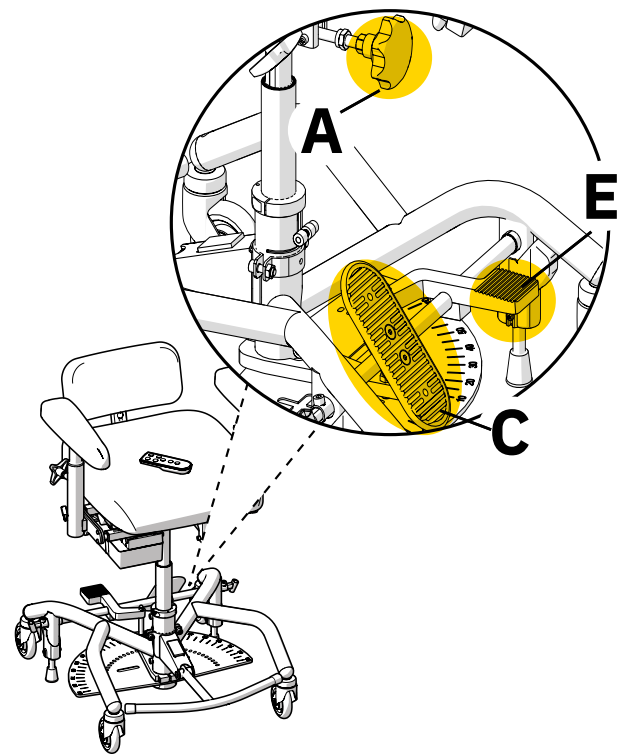
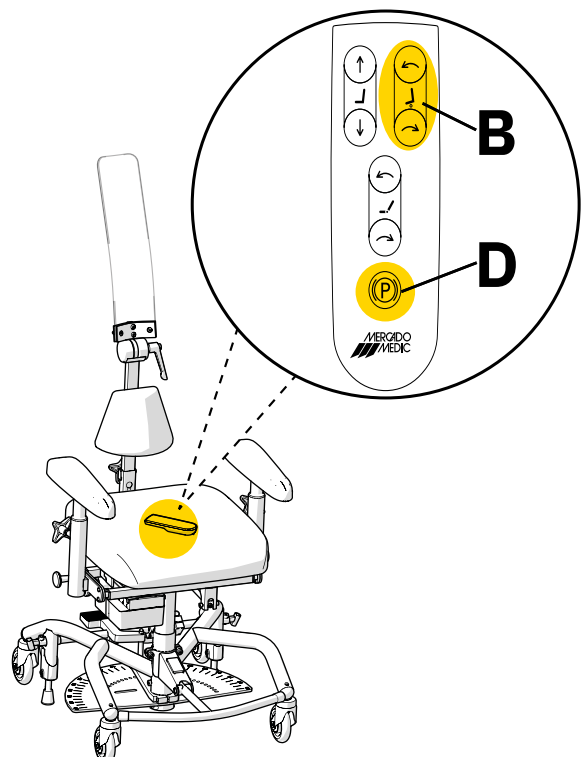

Abb. 2.2. Bedienelemente am Modell REAL 8100 PLUS 24V Standard.
Abb. 2.3. Bedienelemente am Modell REAL 8100 PLUS 24V Advanced.vbv
Das Produkt ist mit einer elektrischen Höhenverstellung ausgestattet, die über eine Funkfernbedienung gesteuert wird. Je nach Modell kann die Neigung der Sitzfläche elektrisch oder manuell eingestellt werden. Die manuelle Einstellung erfolgt mit der Kurbel unter dem Sitz (A), siehe Abbildung 2.2. Die elektrische Sitzwinkelfunktion (B) wird mittels Funkfernbedienung gesteuert, siehe Abbildung 2.3. Je nach Modell ist das Produkt mit einer elektrischen oder manuellen Bremse ausgestattet. Die manuelle Bremse wird mit dem Pedal (C) aktiviert und deaktiviert, siehe Abbildung 2.2. Die elektrische Bremse (D) wird mittels Funkfernbedienung gesteuert, siehe Abbildung 2.3.
Das Produkt ist mit einer arretierbaren Sitzdrehung versehen, die über ein Pedal (E) an der Rückseite des Rahmens bedient wird, siehe Abbildung 2.2. Das Bedienelement zur Entsperrung der Drehung mit dem Fuß nach unten drücken, den Sitz in die gewünschte Stellung bringen und das Bedienelement wieder freigeben, damit der Mechanismus in einer festen Stellung einrastet. Siehe 5. Unter Konfigurationen und Einstellungen finden Sie detaillierte Informationen zu allen Funktionen und Bedienelementen des Produkts.